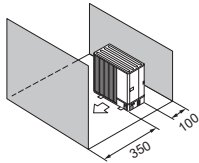

Abb. 2-10
- (5) Hindernisse oder unzugängliche Oberflächen nur auf Vorder- und Rückseite (Abb. 2-10)